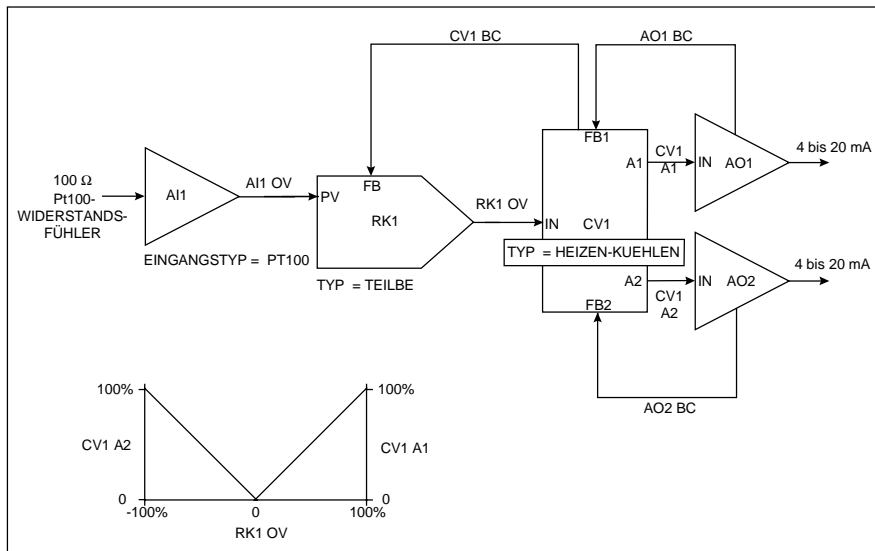

Abbildung 3-24 Funktionsblockdiagramm der Abbildung 3-23
Der Funktionsblock des Analogeingangs AI1 wird in Abbildung 3-24 gezeigt. Er verarbeitet die von der Temperatursonde stammenden Daten. Die Ergebnisse der Wassertemperaturmessungen (AI1 OV) werden dann an den Istwert-Eingang (PV) des Blocks des RK1-Regelkreises übergeben. Beachten Sie, daß der RK1 als Regelkreis mit geteiltem Ausgang definiert worden ist, indem als Bezeichnung "TYP = TEILBE" verwendet wurde. Ein Sonderfall bei diesem Regelkreis ist der festgelegte Bereich seines Ausgangswertes RK1 OV. Während die bislang erwähnten Standard-Regelkreise über Ausgänge verfügen, die ausschließlich zwischen 0 und 100 % liegen, bewegen sich die Werte von geteilten Regelkreisausgängen zwischen -100 und 100 %. 0 % wird hier als Mittelpunkt für den Ausgabebereich des Regelkreises betrachtet. Wenn der Regelkreis geschaltet ist, wird durch den RK1 ein Ausgangswert zwischen 0 und 100 % erzeugt, wenn zur Aufrechterhaltung des Sollwertes die Zufuhr heißen Wassers erforderlich ist. Wenn die Zufuhr von kaltem Wasser erforderlich ist, erwartet der Regelkreis Ausgang einen Wert von 0 bis 100 %. Anzumerken ist, daß zwei Analogausgangs-Blöcke, AO1 und AO2, verwendet werden, um die von RK1 erzeugten Regelungssignale nach außen zu führen. Das 4 bis 20 mA-Signal wird an den Heißwasser-Ventilantrieb gebunden, während der Antrieb des Kaltwasserventils seine mA-Regelsignale vom AO2 erhält. Um AO1 und AO2 mit geeigneten Eingangs-Regelsignalen zu versorgen, wird dem RK1-Ausgang die Funktion einer Standard-Aufteilung (HEIZEN-KUEHLEN) zugewiesen. Die Standard-Aufteilung besteht aus einem "CV1-Funktionsblock" (Berechneter Wert) des Gerätes und ist in erster Linie ein Mechanismus, der die Prozentwerte des Regelkreises mit geteilten Ausgängen in zwei unabhängige 0 bis 100 %-Signale umwandelt. Diese werden an die Eingänge von AO1 und AO2 gegeben, und regeln somit die 4 bis 20 mA-Ausgänge von AO1 und AO2, wobei eine lineare Übereinstimmung mit beiden besteht.
Die beiden Ausgänge an CV1, von denen AO1 und AO2 geregelt werden, tragen jeweils die Bezeichnung "CV1 A1" und "CV1 A2". Der Kern der CV1-Operation wird durch ein Diagramm seiner Ausgänge zum RK1 OV beschrieben. Dieses Diagramm befindet sich unten links in der Abbildung 3-24, und zeigt, daß CV1 an seinem CV1 A1-Ausgang einen 0 bis 100 %-Wert erzeugt, wenn der RK1 ein Ausgangsniveau zwischen 0 und 100 % erwartet. Der CV1 A2 bleibt bei 0 %. Wenn der CV1 A1-Wert an den AO1 gegeben wurde, aktiviert er das vom Heißwasser-Ventilantrieb benötigte 4 bis 20 mA-Signal, um die Temperatur im Wasserbehälter zu erhöhen. Wenn der RK1 ein Ausgangsniveau zwischen 0 und -100 % erwartet, erzeugt CV1 auf die gleiche Weise einen entsprechenden 0 bis 100 %-Wert an CV1 A2. Diesmal bleibt CV1 A1 auf 0 %, und der erzeugte CV1 A2-Wert induziert die Zuleitung von kaltem Wasser, um die Gesamtwassertemperatur im Behälter zu senken.